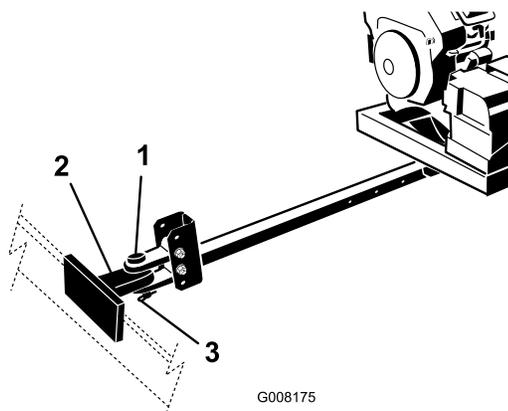

図 5
4. ヒッチピンとクレビスを使って、ブローのクレビスヒッチを牽引車両のヒッチに接続する 図 5。